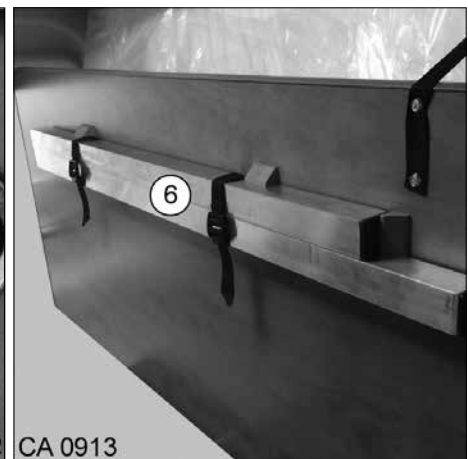

Fig. 25 Support du tube carré
4. Enlever le tube carré (Fig. 25, pos. 6) et le fixer sur la face inférieure du cadre de lit.